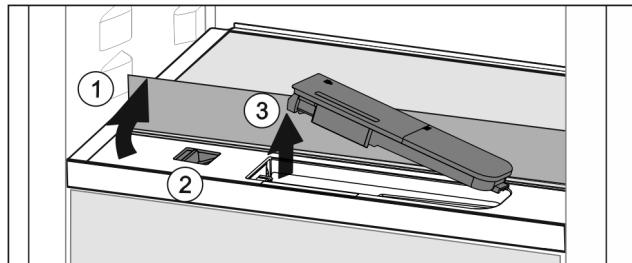

Fig. 147
- ▶ Поднять стеклянную панель и откинуть до упора назад Fig. 147 [1].
- ▶ Сдвиньте ползунок Fig. 147 (2) влево.
- ▶ Вынуть бак для воды Fig. 147 (3).